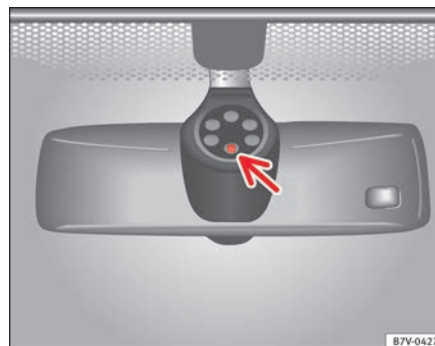

Abb. 70 Sensitive Fläche des Regensensors.
Mögliche Ursachen für Störungen und Fehlinterpretationen *im Bereich der sensitiven Fläche* ⇒ Abb. 70 des Regensensors sind u. a.: ▶
- Sensitive Fläche des Regensensors regelmäßig reinigen und Wischerblätter auf Beschädigungen prüfen ⇒ Abb. 70 (Pfeil).